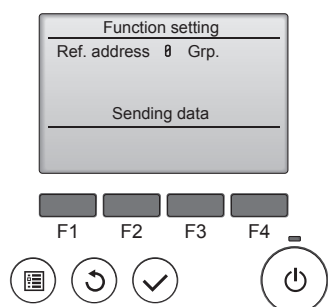

Fig. 6-15
- ⑤ (Fig. 6-15)
- ① Passaggio alla modalità di selezione della funzione